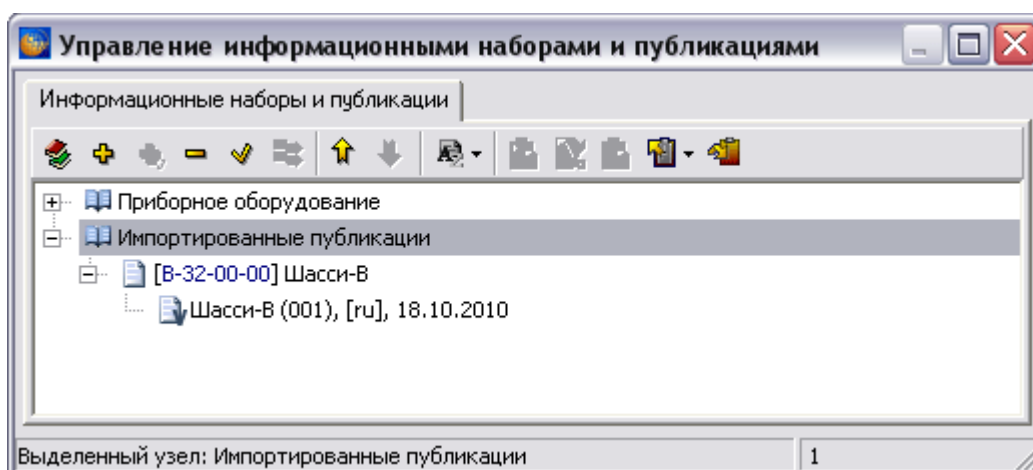

Рис. 8.72
6. При импорте из публикации копируется только структура публикации. После нажатия на кнопку **Применить** в окне **Управление информационными наборами и публикациями** автоматически создается новая группа с названием «Импортированные публикации», в которую помещается структура публикации (Рис. 8.72).